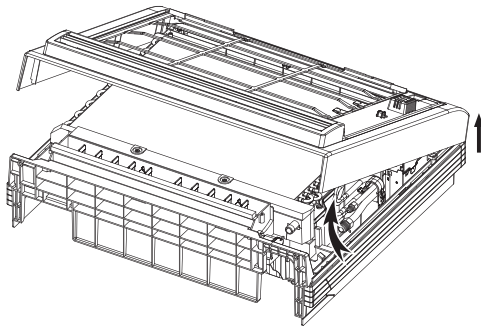

Figure 9 – Retrait du couvercle avant
- Retirez le couvercle avant (consultez la figure 9).